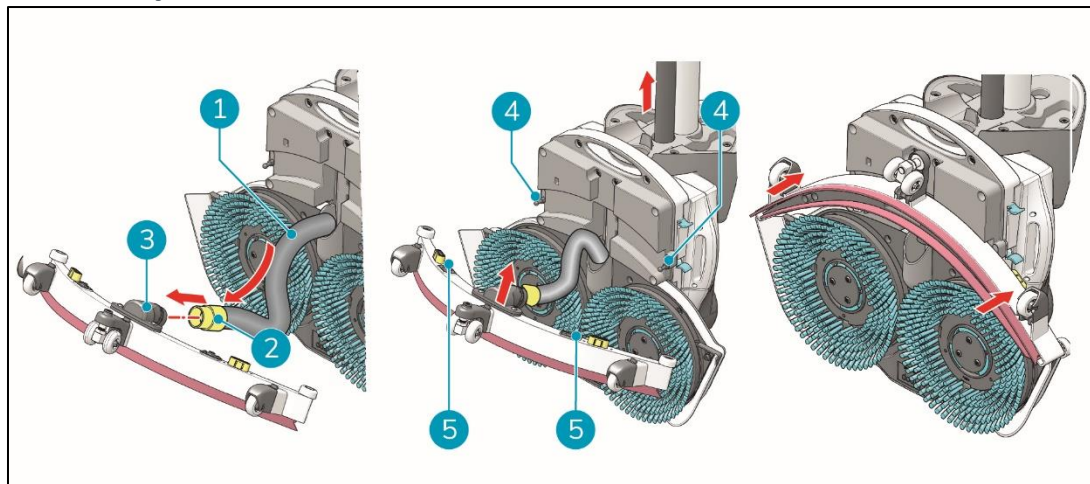

Figura 11
1. Pegar na mangueira de vácuo (Figura 11, pos. 1).
2. Introduzir o conector da mangueira (Figura 11, pos. 2) no rodo (Figura 11, pos. 3).
3. Rodar o conector da mangueira $\frac{1}{4}$ de volta para um ajuste firme (Figura 11, pos. 2).
6. Alinhar os pinos da plataforma de lavagem (Figura 11, pos. 4) com os orifícios do rodo (Figura 11, pos. 5).